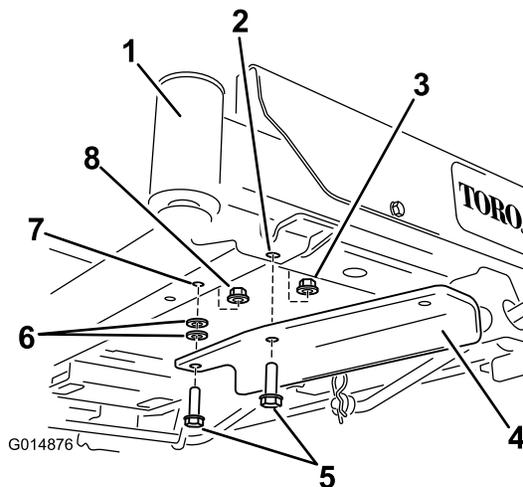

Figura 6
- Si la máquina no tiene pedal de elevación asistida, sujete el soporte usando dos pernos ($\frac{3}{8}$ " x $1\frac{1}{4}$ " $)$, dos arandelas y dos contratuercas ($\frac{3}{8}$ " $)$ (Figura 6).